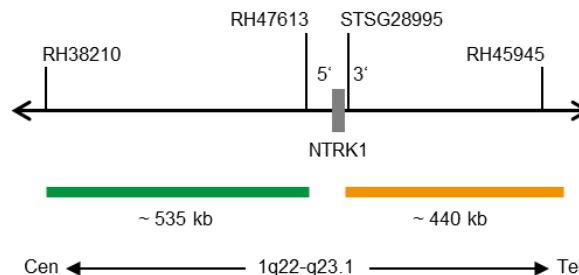

Fig. 1 : Carte de la sonde SPEC NTRK1 (pas à l'échelle)
- Polynucléotides marqués au ZyGreen (excitation 503 nm/émission 528 nm) (~10 ng/ μ l), qui ciblent des séquences cartographiées en 1q22-q23.1* (chr1:156,245,849-156,781,745) à proximité de la région du point de rupture NTRK1 (voir figure 1).
- Polynucléotides marqués au ZyOrange (excitation 547 nm/émission 572 nm) (~4,5 ng/ μ l), qui ciblent des séquences cartographiées en 1q23.1* (chr1:156,854,527-157,296,918) distales de la région du point de rupture NTRK1 (voir figure 1).